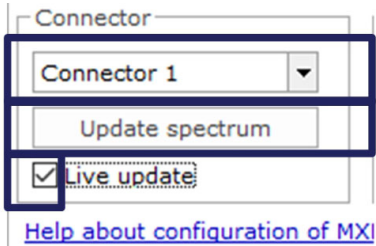

図5.9 Update Spectrum (スペクトルの更新)
▶ コネクタボックスで選択したコネクタを変更します（図5.9）。
▶ スペクトルを更新するには、スペクトルの更新ボタン（図5.9）を押します。
- ▶ 継続的なアップデートについては、ライブアップデートにチェックマークを入れます。(図5.9)を選択。